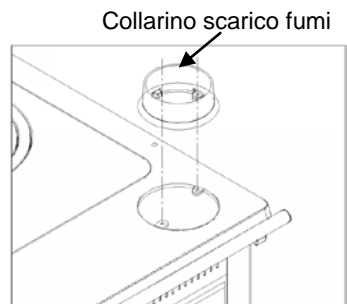

Fig. 4
- Posizionare il collarino sopra la Piastra (vedi Fig. 4) e con la viteria data in dotazione avvitare il collarino sulla Piastra. Fare attenzione all'orientamento delle due viti che devono avere la parte filettata rivolta verso l'alto.